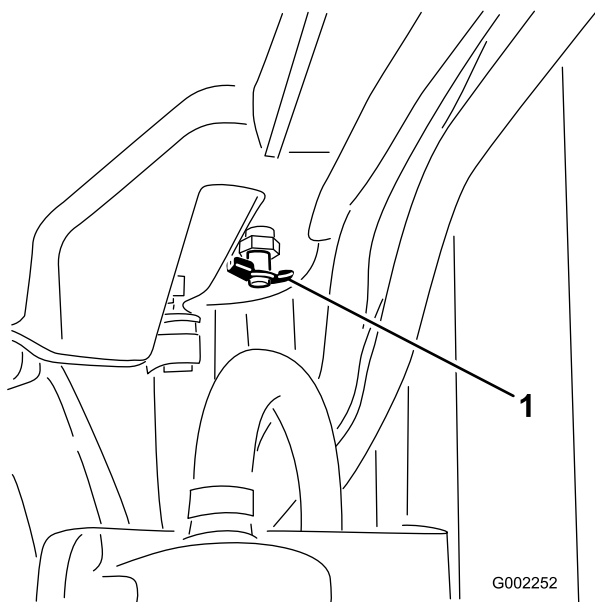

Figure 72
4. Ouvrez la vidange (Figure 72) et vidangez le liquide de refroidissement dans le bac.
5. Fermez la vidange (Figure 72).